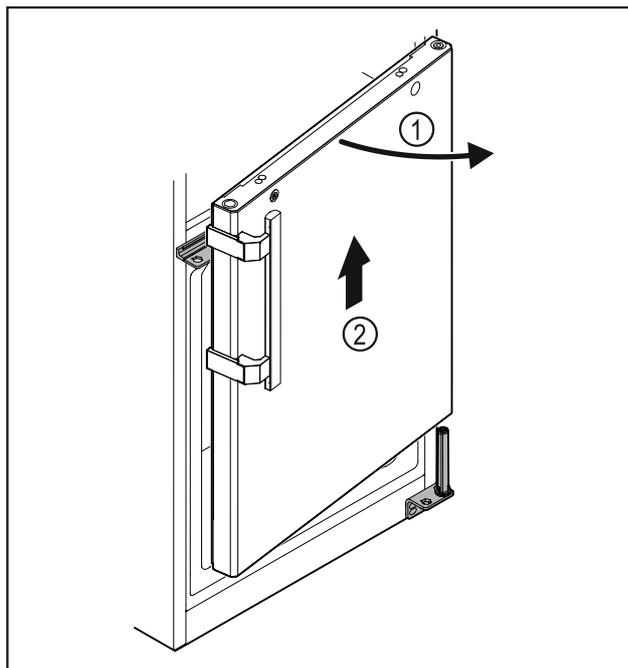

Fig. 28
- ▶ Atveriet mazliet durvis Fig. 28 (1), paceliet apmēram 200 mm taisni uz augšu un noņemiet tās Fig. 28 (2).